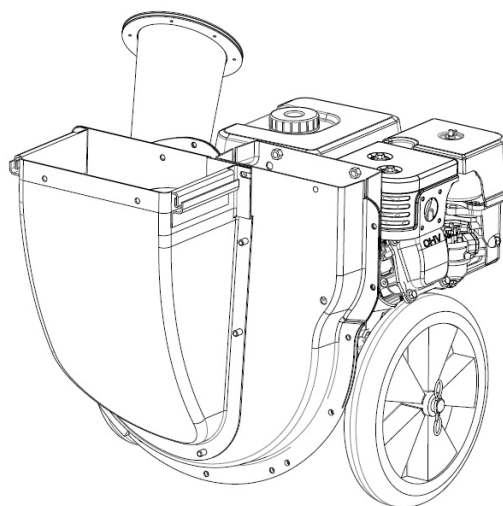

Рис. 7
6. Установка колес измельчителя (Рисунок 7)